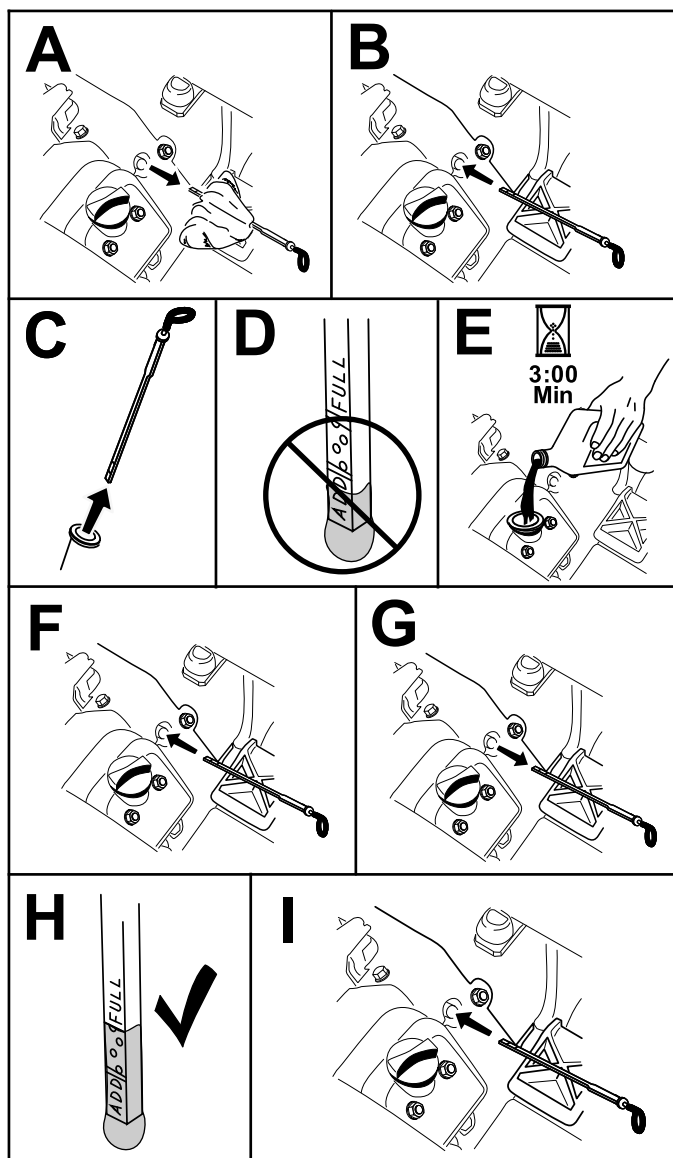

図 25
5. ディップスティックを、チューブの根元までもう一度しっかりと差し込む。ディップスティックを抜いて油量を点検する。オイルの量不足している場合は、バルブカバーについている補給口のキャップを取り、所定のオイルをディップスティックの FULL マークまで補給する 図 25。